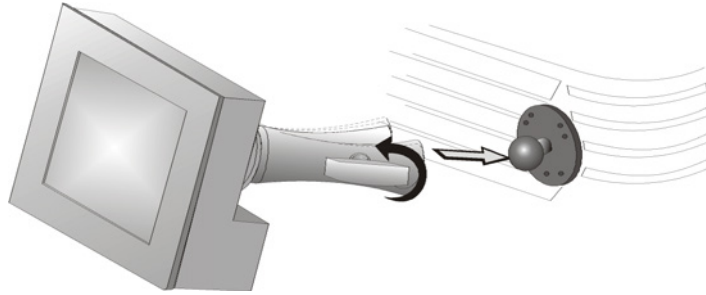

图 2-3
1. 松开固定臂，使其末端恰好能够与位于投影机后面板上的球窝接头吻合。图 2-3